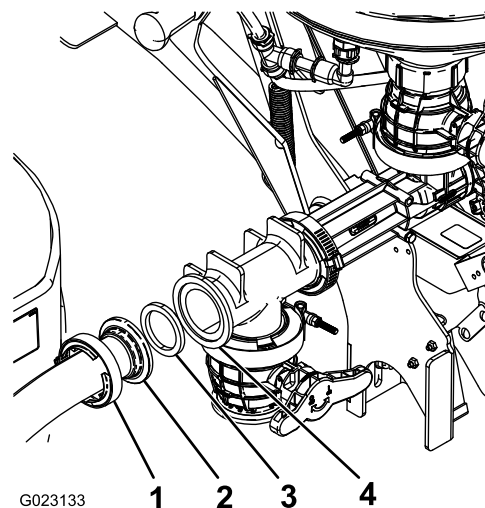

Figura 20
5. Instale a outra extremidade do tubo à abertura virada para a frente do misturador utilizando uma junta e um grampo de parafuso sem fim (Figura 20).